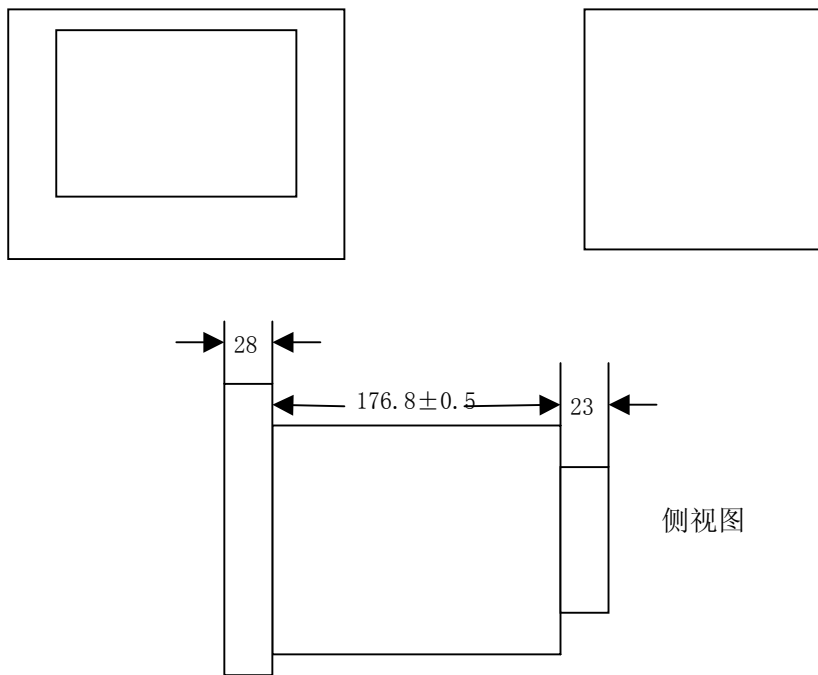

图1.2 仪表外形尺寸及开孔尺寸
- ◆ 由于仪表工作时会产生温升，请安装在通风良好的地方。对于盘装式，请参照本说明书图 1.2 仪表外形尺寸及开孔尺寸。对于便携式，建议您在本表的左右侧面和上方保留 50mm 以上的空隙；
- ◆ 面板的开孔尺寸及仪表的外形尺寸如图 1.2 所示;